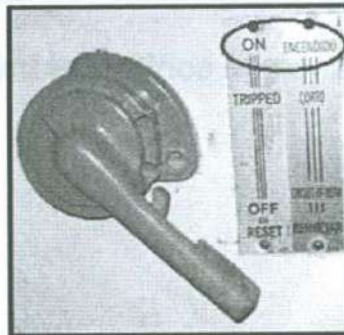

Figura 7A. Interruptor de circuito.
2. Ponga el interruptor de circuito en el controlador de la máquina en la posición **ON** (**ENCENDIDO**) (Ver figura 7A).